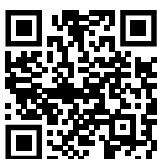

Fig. 151
- Відкрити Liebherr SmartMonitoring Dashboard. (див. Fig. 151)